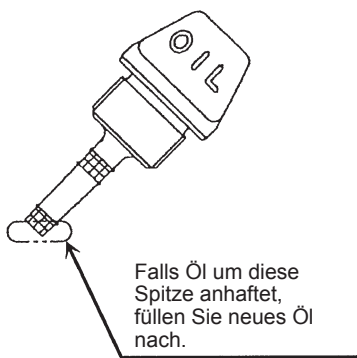
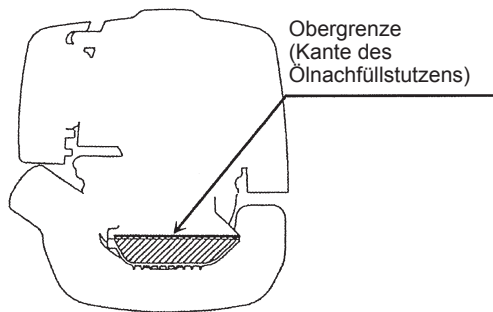

Abb. 1
Abb. 2
Wenn der Ölstand so niedrig sein sollte, dass nur die Spitze der Ölstandsanzeige das Öl berührt, vor allem bei in das Motorgehäuse eingesteckter, aber nicht festgeschraubter Ölstandsanzeige (Abb. 1), füllen Sie Öl über die Öffnung nach (Abb. 2).
(1) Halten Sie das Antriebsniveau und trennen Sie die Ölstandsanzeige ab.
(2) Füllen Sie Öl bis zur Kante des Ölnachfüllstutzens auf. (Siehe Abb. 2 der vorhergehenden Seite)